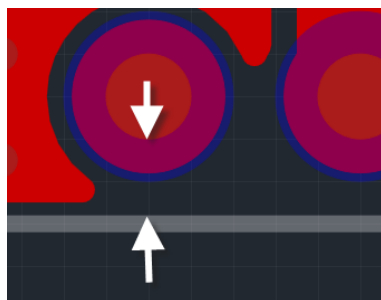

Рис. 599. Зазор между любым отверстием и границей платы
- Любым отверстием и границей платы, см. Рис. 599, обозначается как «Отв. к краю». Зазор определяет размер области на границе платы, в которой запрещается располагать любой элемент какого-либо отверстия.